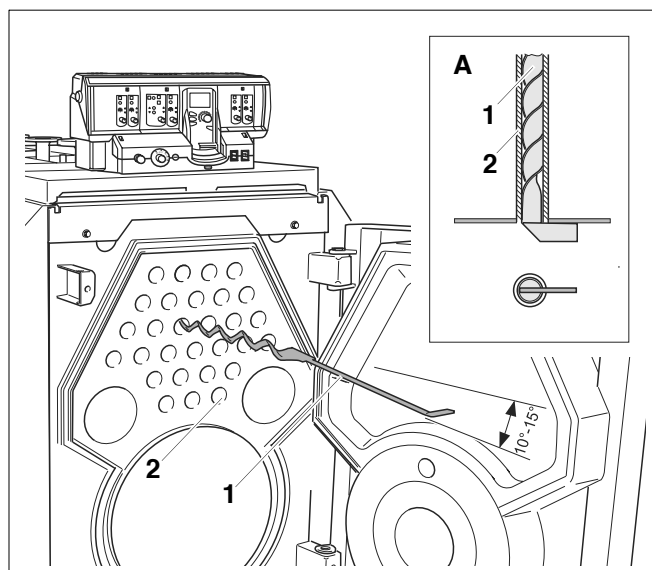

Fig. 50 Corectarea pretensionării turbulatorilor
- Verificați capetele turbulatorilor. Acestea trebuie să stea în față și orizontal pe țevile de transfer de căldură (fig. 50, **imaginea A**).
- Introduceți turbulatorii (fig. 50, **poz. 1**) în țevile de transfer de căldură (fig. 50, **poz. 2**).
Dacă turbulatorii (fig. 50, **poz. 1**) nu mai au o pretensionare suficientă, va trebui să o corectați.
- Trageți afară turbulatorul (fig. 50, **poz. 1**) din țeava de transfer de căldură până la 3/4 din lungimea lui.
- Îndoii turbulatorul (fig. 50, **poz. 1**) așa cum este arătat în fig. 50, cu  $10^\circ - 15^\circ$ .
- Introduceți turbulatorul (fig. 50, **poz. 1**) înapoi în țeava de transfer de căldură (fig. 50, **poz. 2**).
- Verificați din nou pretensionarea turbulatorului (fig. 50, **poz. 1**).